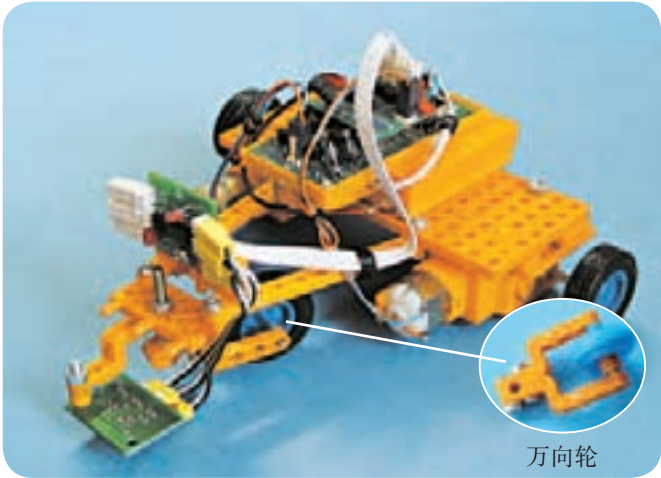

图3-27 三轮小车前轮采用万向轮
- 1. 利用塑料件搭建一个三轮小车，前轮安装一个万向轮，后轮采用双电动机驱动，如图3-27所示。